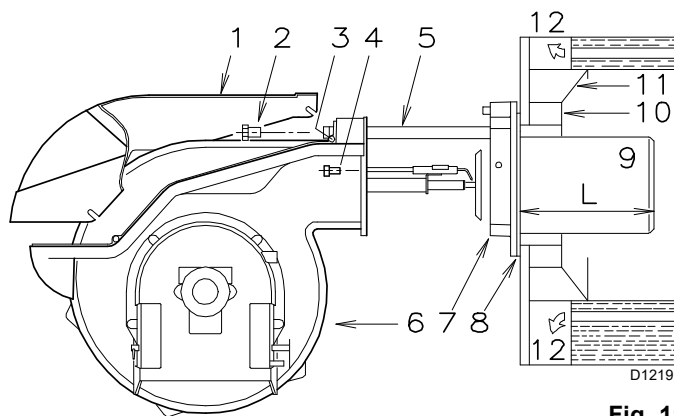

Fig. 11
Smontare il boccaglio 9)(Fig. 11 a pag. 15) dal bruciatore 6):
Effettuata questa eventuale operazione, fissare la flangia 7)(Fig. 11 a pag. 15) alla piastra della caldaia interponendo la guarnizione 8) data a corredo. Utilizzare le 4 viti pure date a corredo dopo averne protetto la filettatura con prodotti antigrippanti.
- aprire il bruciatore sulle guide come in (Fig. 11 a pag. 15);